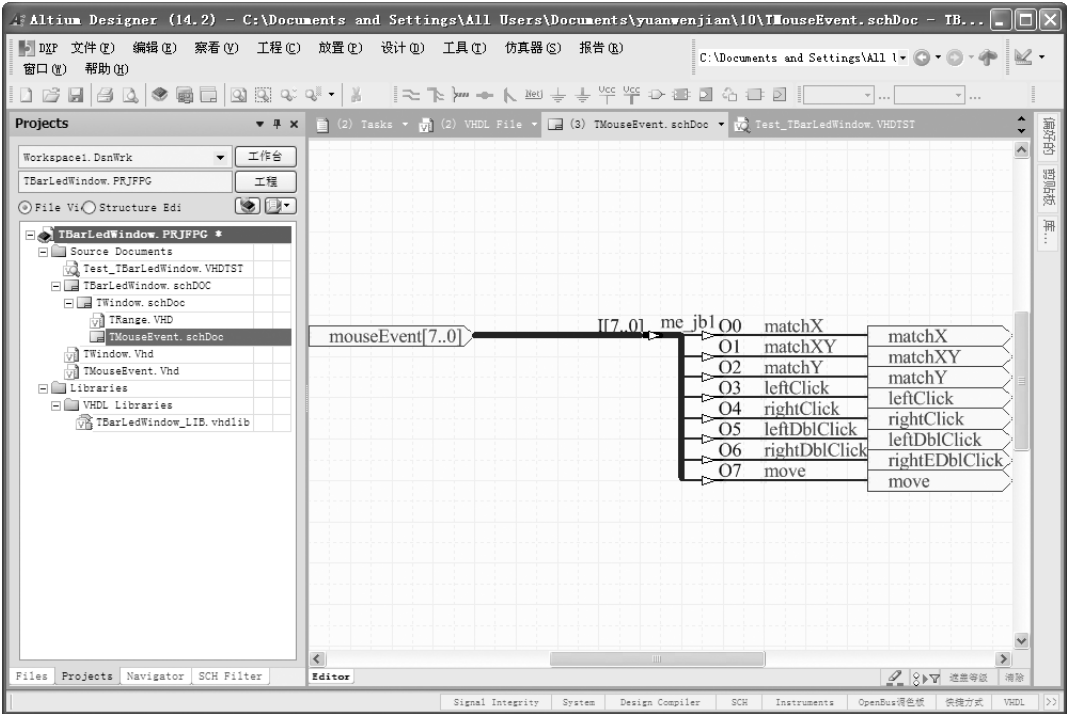

图 14-22 编译生成层次电路
1) 选择菜单命令“工程”→“Compile FPGA Project TBarLedWindow. PRJFPG”（编译工程文件），系统对该文件进行编译，结果如图 14-22 所示。